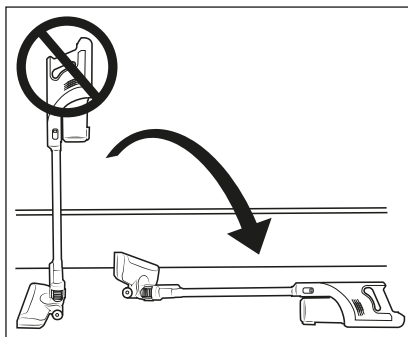

Afb. 8
- ▶ De stofzuiger kan ook direct via de netvoedingsadapter 10 worden opgeladen. Haal daarvoor de gelijkstroomstekker 11 door een lichte draaiing uit de wandhouder 18 en steek hem in de oplaadaansluiting 3 op het apparaat (zie afb. 8).